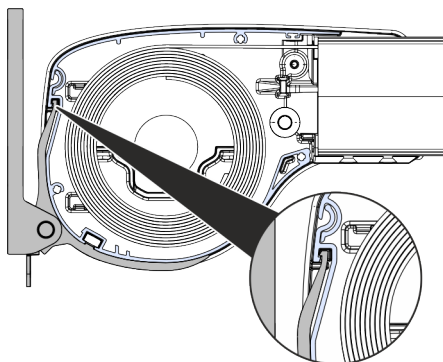

Abb. 36: Sitz der Markise
2. ➔ Sicherstellen, dass die Markise korrekt eingehängt ist (Abb. 36).